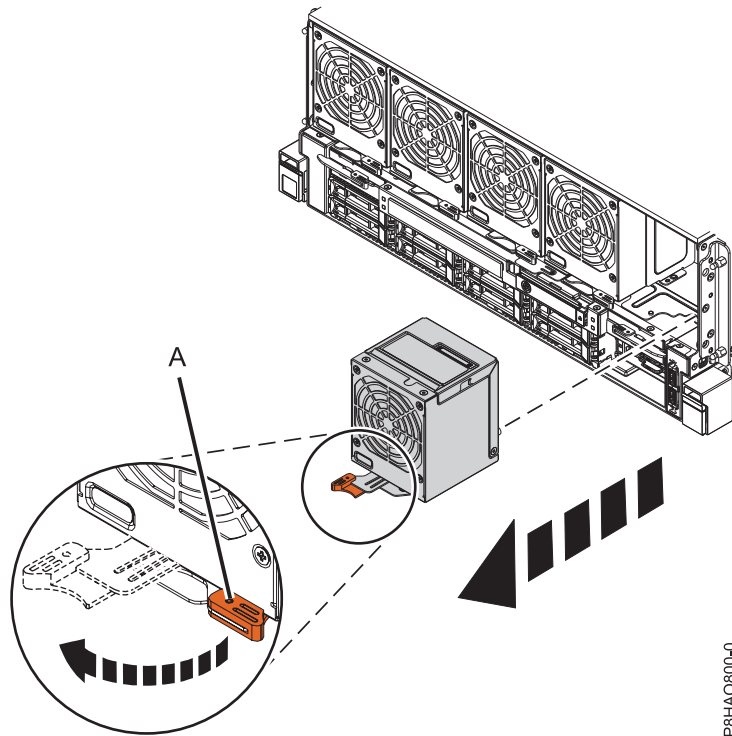

図 7. 前面ファンの取り外し
1. ファンのハンドル **(A)** を、 8 ページの図 7 に示されている方向に回転させて、ファンをスロットからアンロックします。